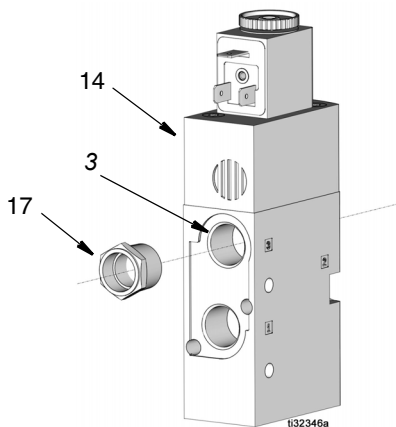

FIG. 28
7. Quite el silenciador (17) del puerto número 3 de la válvula solenoide (14) (FIG. 28).
1. Monte el silenciador (17) en el puerto número 3 de la nueva válvula solenoide (14) (FIG. 28).